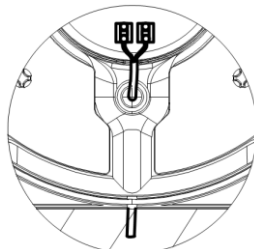

Рисунок 5 – Подключение светильника.
- 5.4.2. Заведите кабель через силиконовый гермоввод (Рисунок 5). Рекомендуемый диаметр кабеля – от 6 до 8 мм.